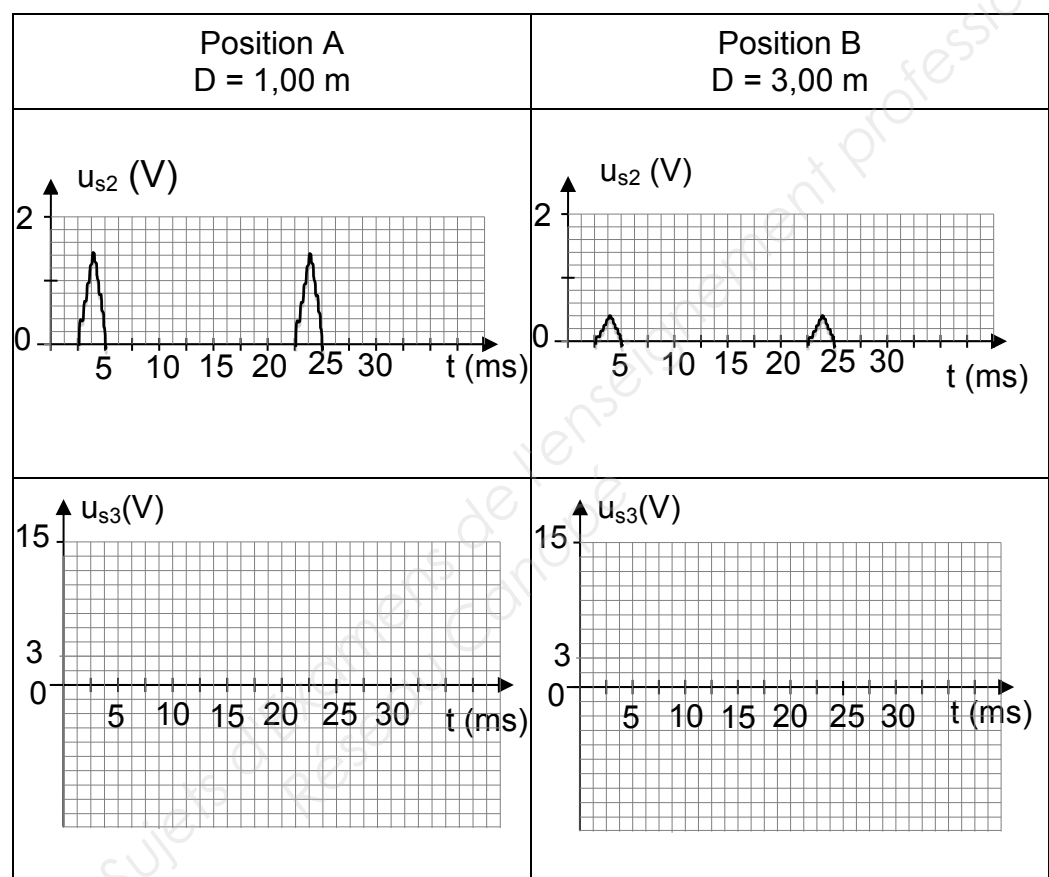

FIGURE 8
A.4.5 Donner les valeurs de u_{s3} selon les valeurs prises par u_{s2} . Tracer, sur la FIGURE 8, la courbe u_{s3} en concordance de temps avec u_{s2} , pour les deux formes de signaux obtenus pour deux distances correspondant à 2 positions A et B du véhicule.